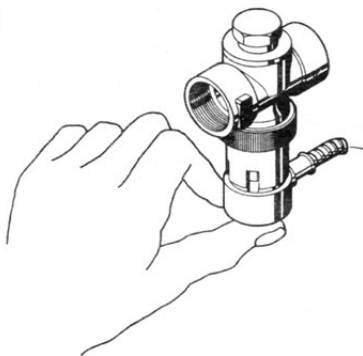

Fig. 15 Thermische Ablaufsicherung
- Rote Kappe gegen Ventil drücken (Fig. 15) > Wasser muss in Trichter ausfließen.